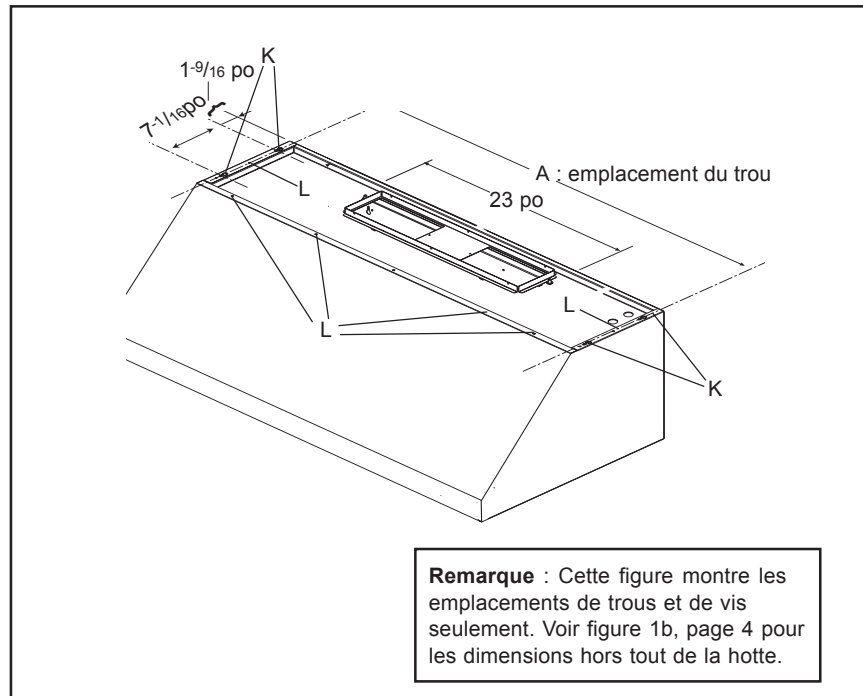

Figure 10 : Emplacement du trou et de la vis.
La figure 10 montre les quatre trous de vis (K) utilisés pour installer la hotte au bas de l'armoire.
1. À la base de l'armoire, percer un trou de 1/8 po (voir dimension A à la figure 10 et dans le tableau). Visser quatre vis n° 10 x 1 po (fournies avec la hotte), laissant 1/4 po exposé.
5. Depuis l'intérieur de la hotte, insérer les vis fournies. Percer par les trous (utiliser les vis n° 8 x 5/8 po fournies), une de chaque côté et quatre le long du devant, dans le bas de l'armoire. Voir les trous de vis étiquetées «L», figure 10.
Dimensions du trou de la ligne centrale pour les figures 10 et 11.